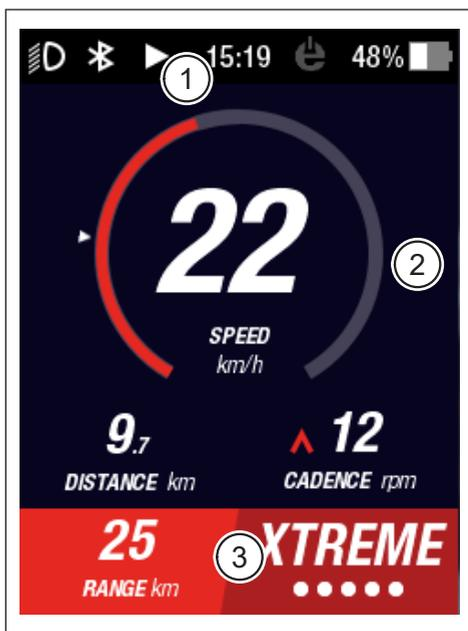

Fig. 30: Structure de l'écran avec trois sections
- Barre d'état (pos. 1 dans Fig. 30)
- Affichage écran actuellement choisi (pos 2 dans Fig. 30)
- Barre d'informations (pos. 3 dans Fig. 30)
Les symboles dans la barre d'état (pos. 1 dans Fig. 30 à la page 33) ont la signification suivante :
La barre d'information (pos. 3 dans Fig. 30 à la page 33) indique les contenus suivants :